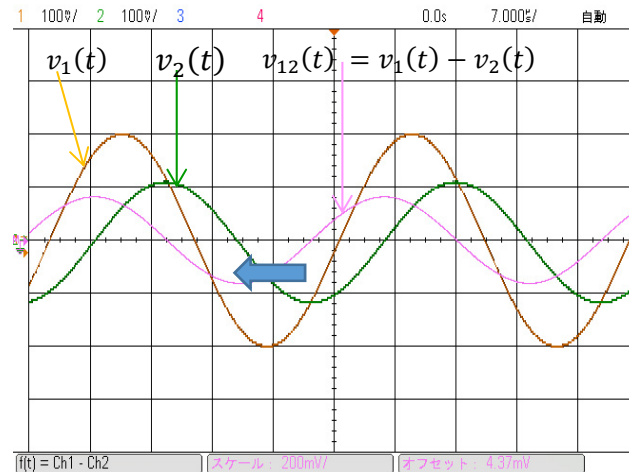
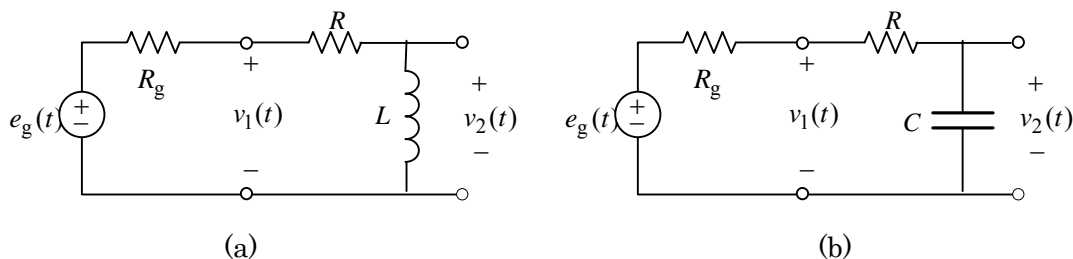

図 3.1 観測電圧波形
図 3.2 RL および RC からなる回路 (R_g は交流電源の内部抵抗)
3. 図 3.1 に示すオシロスコープでの電圧波形が観測される回路は、図 3.2 の(a),(b)どちらでしょうか。ただし、図 3.1 において $v_{12}(t) = v_1(t) - v_2(t)$ はオシロスコープの演算処理機能を使って表示したものであり、抵抗 R の端子間電圧であり、回路を流れる電流 $i(t)$ に対応しています。(注：図中の太い青矢印は $v_2(t)$ と $i(t)$ の位相関係を示しています。)
⇒ (a)の回路では、 L を流れる電流と電圧の関係は電圧の方が 90° 位相が進み、(b)の回路では、 C では電流の方が 90° 位相が進みます。図 3.1 では、電流波形の方が電圧波形より 90° 位相が進んでいますので、(b)の回路ということになります。何故回路素子によって位相差が出てくるか、位相の概念を理解しましょう。これが理解できると、 $j\omega$ とは何か、何故必要なのか使われているのかが分かります。